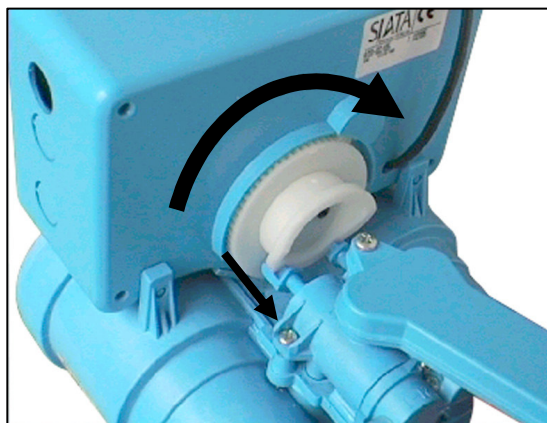

Fig. 8
- Girare manualmente la camma del quadro di controllo in senso orario fino a portare uno dei due pilotini che scorrono su essa a fondo della corsa nel pistone a loro collegato. Si apre, in questa posizione, lo scarico in maniera tale da permettere la libera uscita della pressione dall'interno dell'impianto (vedi fig. 8).